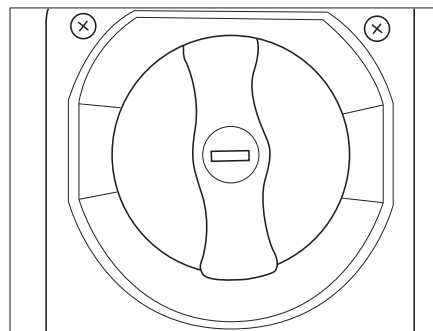

Figura 72 Orificio de llenado del depósito de agua potable
- Figura 72 Llenar el depósito de agua potable con una manguera o un bidón adecuado a través del orificio de llenado (). El depósito de agua potable está provisto de un rebosadero. Cuando el depósito está lleno, el exceso de agua pasa por encima de este, debajo del vehículo al aire libre.